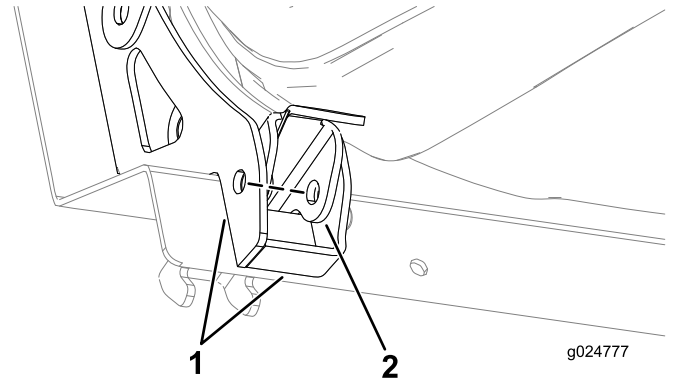

Figura 57
5. Alinee los taladros del enganche con los taladros de las pestañas del asiento (Figura 57).